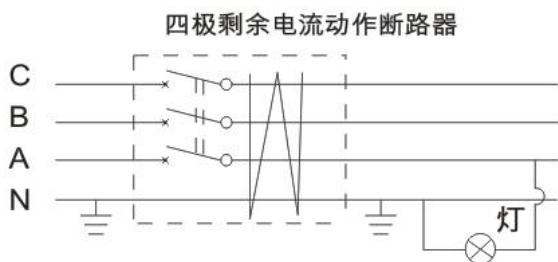

图 25 错误接线
8.3.2 如果负载侧的零线重复接地,当发生漏电故障时,漏电电流有一部分经零线接地点分流,结果使电流差值变小,此值小于整定动作电流时,就会拒动(见图 25)。